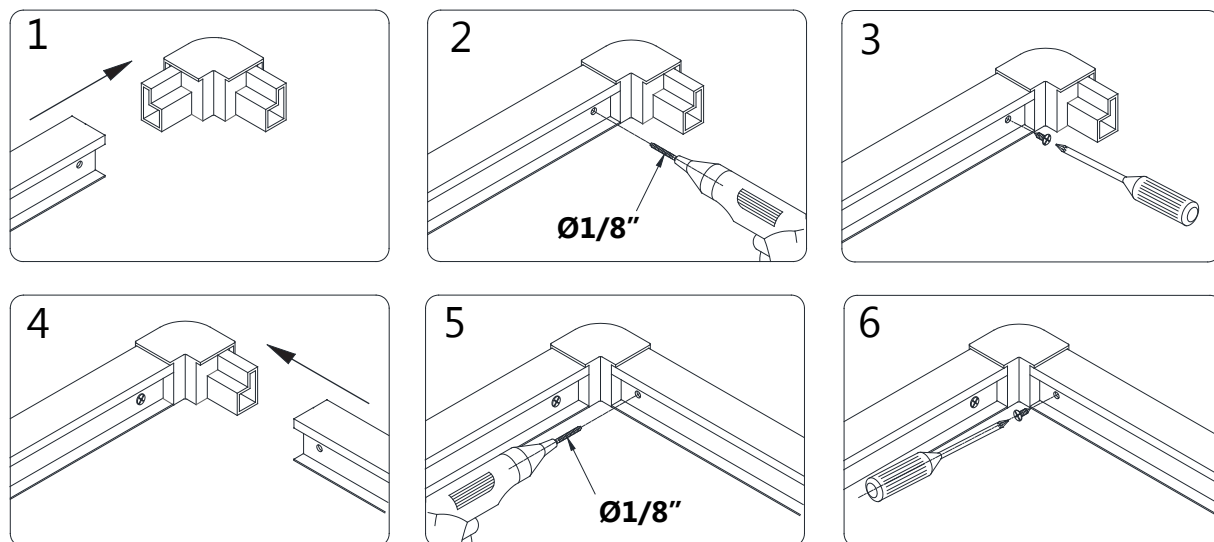
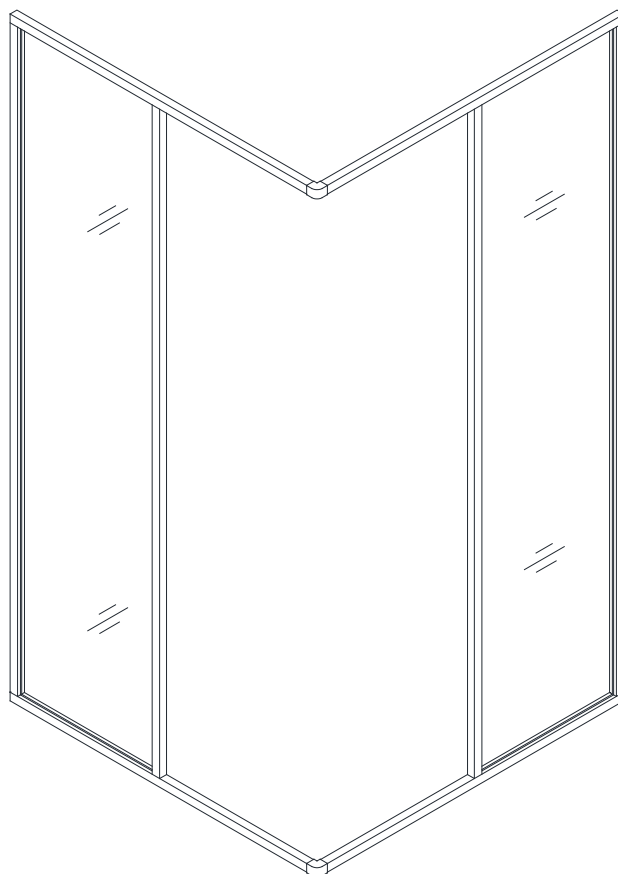

Fig 3a
Fig 3b
3. Insérez le **connecteur de rail (n° 04)** dans les rails de guidage de l'assemblage **de panneau vitré (n° 02)**. Percez un trou dans la couche extérieure du **connecteur de rail (#04)**, à travers le trou pré-percé dans les rails de guidage à **l'aide d'un foret Ø1/8"**. Fixez le connecteur de rail supérieur **et inférieur (#04)** aux rails de guidage avec les vis à **tête bombée ST4.2 × 10 (#06)**. (Fig. 3a et Fig. 3b)